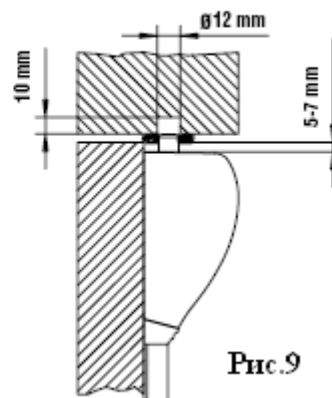

Рис. 9
- При использовании угловых ограничителей двери, просверлите отверстие  $\varnothing 12$  мм (Рис.9) на той оси, где находится ригель, глубиной 10 мм.